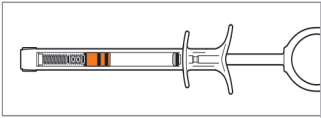

Figure 3 - Première position
h. Plonger l'extrémité libre de la tubulure d'extension dans la solution saline stérile. Tirer **lentement** sur le plongeur jusqu'à la **première position** (Figure 3) pour remplir la seringue.